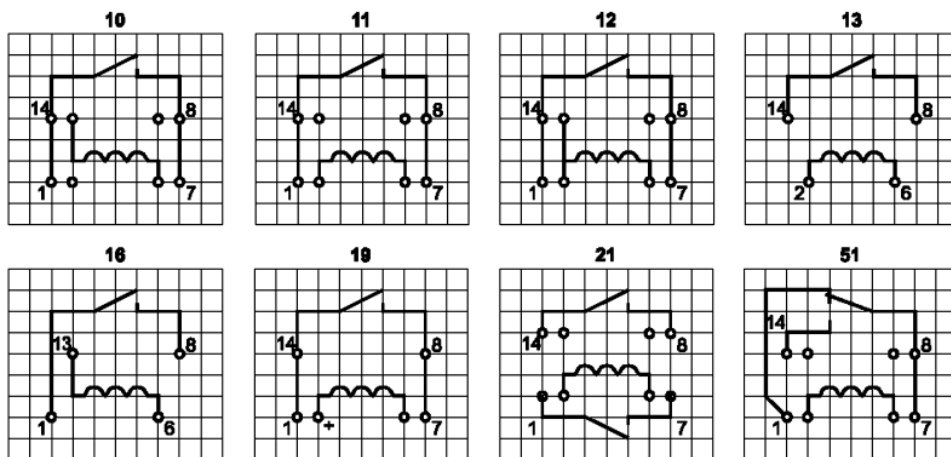

рис. 2
Характеристики контактов приведены в табл.1, характеристики реле - в табл.2. Схемы включения показаны на рис.2, опции к ним - на рис.3. Расшифровка опций приведена в табл.3.
- 12 - схема включения (см. рис.2);